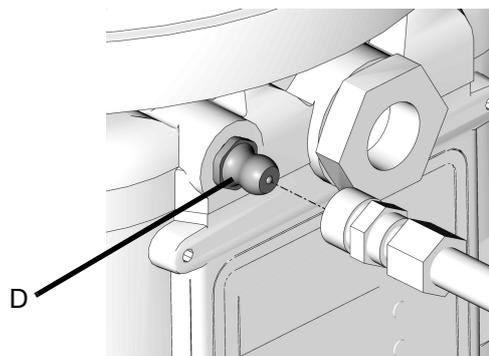

FIG. 14
- Limpie siempre el racor de entrada (D) (FIG. 14) con un paño limpio y seco antes de llenar el depósito. La suciedad y/o los residuos pueden dañar la bomba y/o el sistema de lubricación.